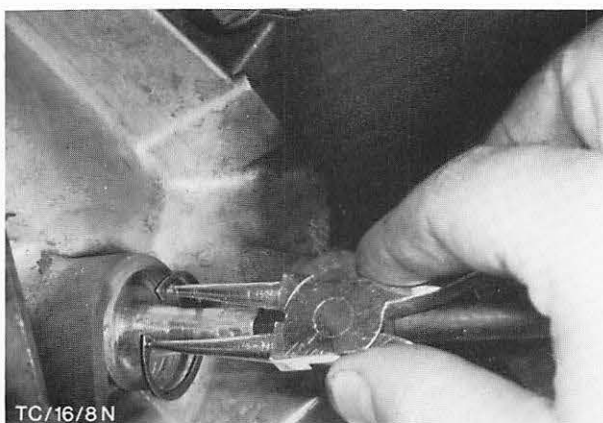

Abb. 19 Sicherungsring Antriebswelle – Geschwindigkeitsmesser entfernen („B“-Getriebe)
3. Sicherungsring – Tachowellenbefestigung entfernen und Welle abschließen. Abb. 19.
6. Tachowelle anschließen. Abb. 19.